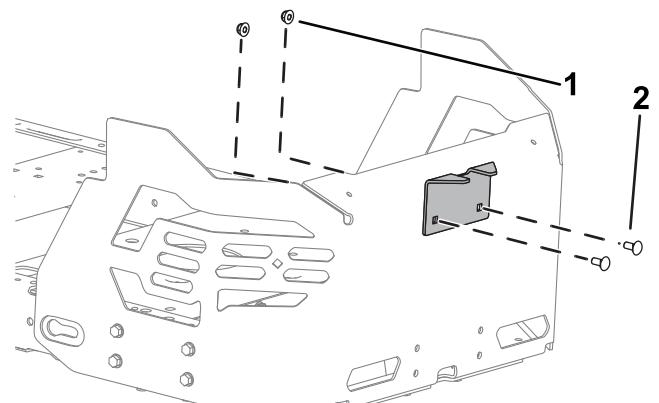

Figura 14
2. Montirajte podupirač za stabilizaciju na štitnik motora pomoću 2 zavrtnja sa poluokruglom kapom ($5/16 \times \frac{3}{4}$ ') i 2 kontranavrtke ($5/16$ ") kako je prikazano na Figura 14.